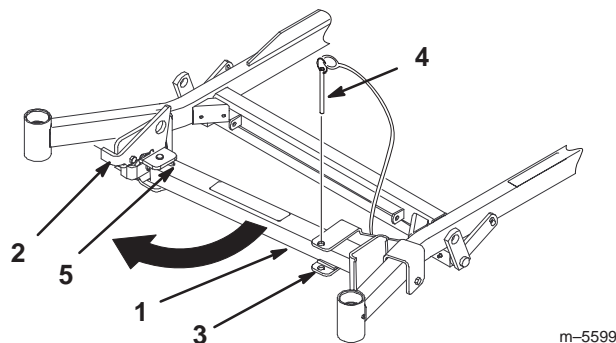

Figure 26
2. Retirez la goupille du support (Fig. 26).
3. Soulevez le verrou. D ployez le pied du support et poussez le support vers la machine, au bas de la fente (Fig. 26 et 27).
4. Ramenez le support   sa position de repos (Fig. 26).